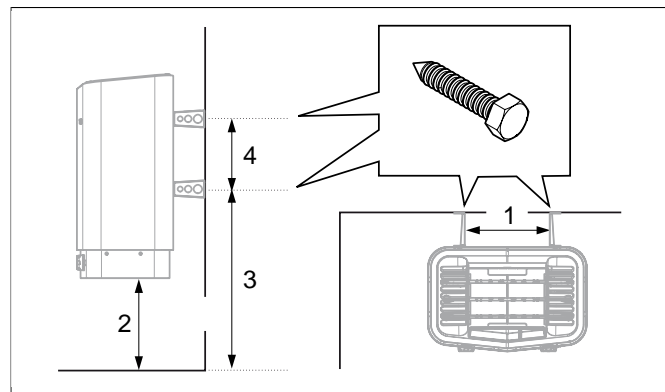

Fig 8: Måttsättning
6. Placera konsolskruvarna enligt måttsättning se **Fig 8**, sidan 4.